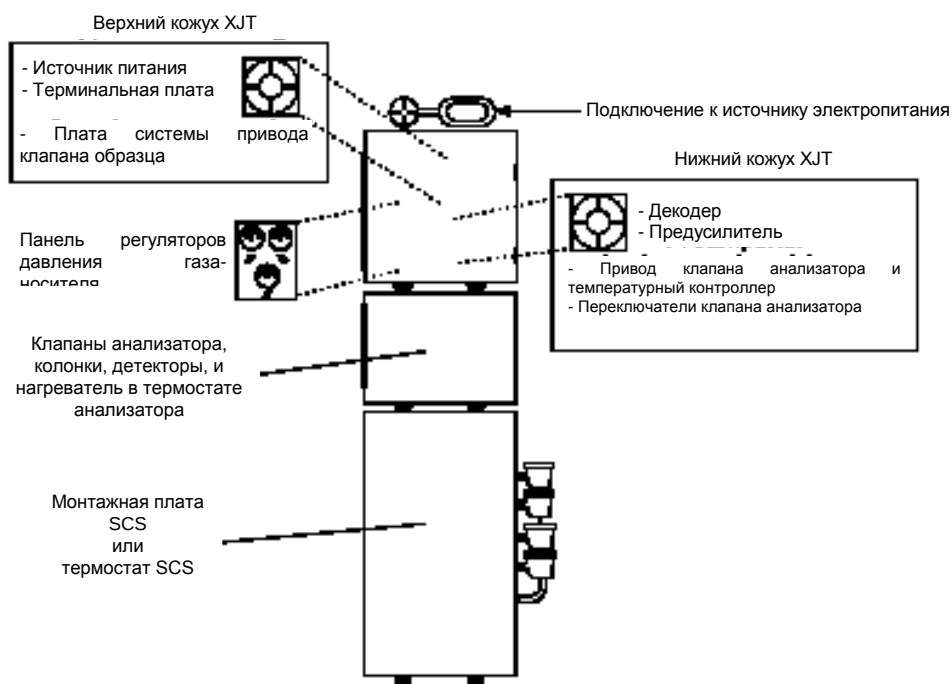

Рисунок 3-3. Размещение взрывобезопасного (ХЈТ) у анализатора
- (1) Отсоедините линии электропитания от анализатора и от контроллера ГХ.
- (2) На месте установки анализатора найдите верхний взрывозащитный кожух (он, в соответствии с каталогом оригинального изготовителя, имеет маркировку “ХЈТ”). Снимите его резьбовую крышку ввода кабельных каналов (смотрите Рисунок 3-3).